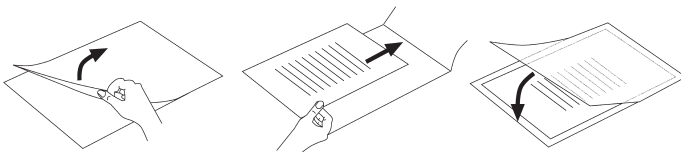

Abb. 2
- ▶ Beachten Sie, dass Sie lediglich eine Folie zum Laminieren verwenden. Klappen Sie diese vorher auf, wie in Abb. 2 dargestellt.
- ▶ Beachten Sie, dass Sie lediglich eine Folie zum Laminieren verwenden. Klappen Sie diese vorher auf, wie in Abb. 2 dargestellt (siehe S. 36).